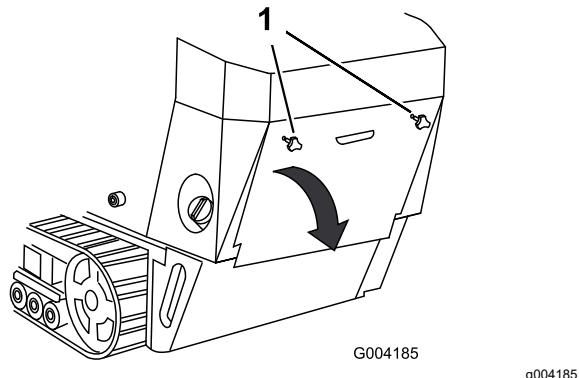

Figura 25
1. Svitate le 2 manopole che fissano il coperchio di accesso posteriore alla macchina (Figura 25).
2. Inclineate il coperchio di accesso posteriore verso il basso e rimuovetelo per accedere ai componenti interni (Figura 25).